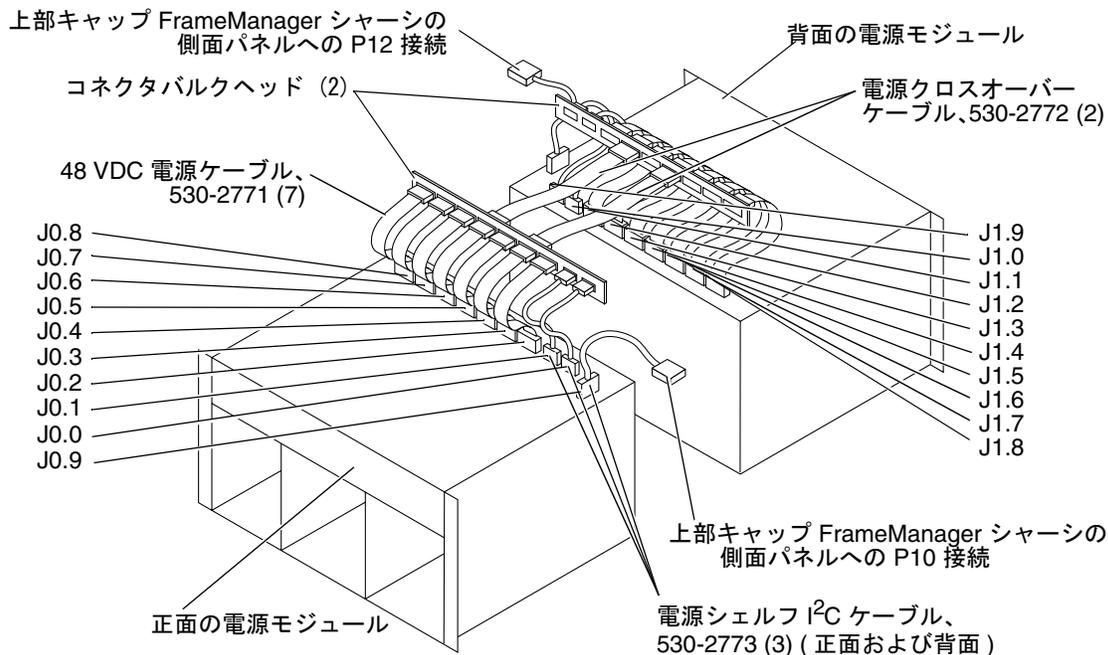

図 2-34 48 VDC 電源ケーブル
3. ファントレーの下からシステム内部に手を入れ、48 VDC ケーブル部品を、電源シェルフ部品の上部およびケーブル固定留め具の両方に固定している、4 本 (各ケーブルに 4 本) のオスのジャックねじを緩めます (図 2-34)。
同様に、上部キャップ FrameManager 部品につながる、側面パネルに接続された 3 番目のケーブルも交換できます。詳細は、図 2-34 を参照してください。
詳細は、図 2-34 を参照してください。